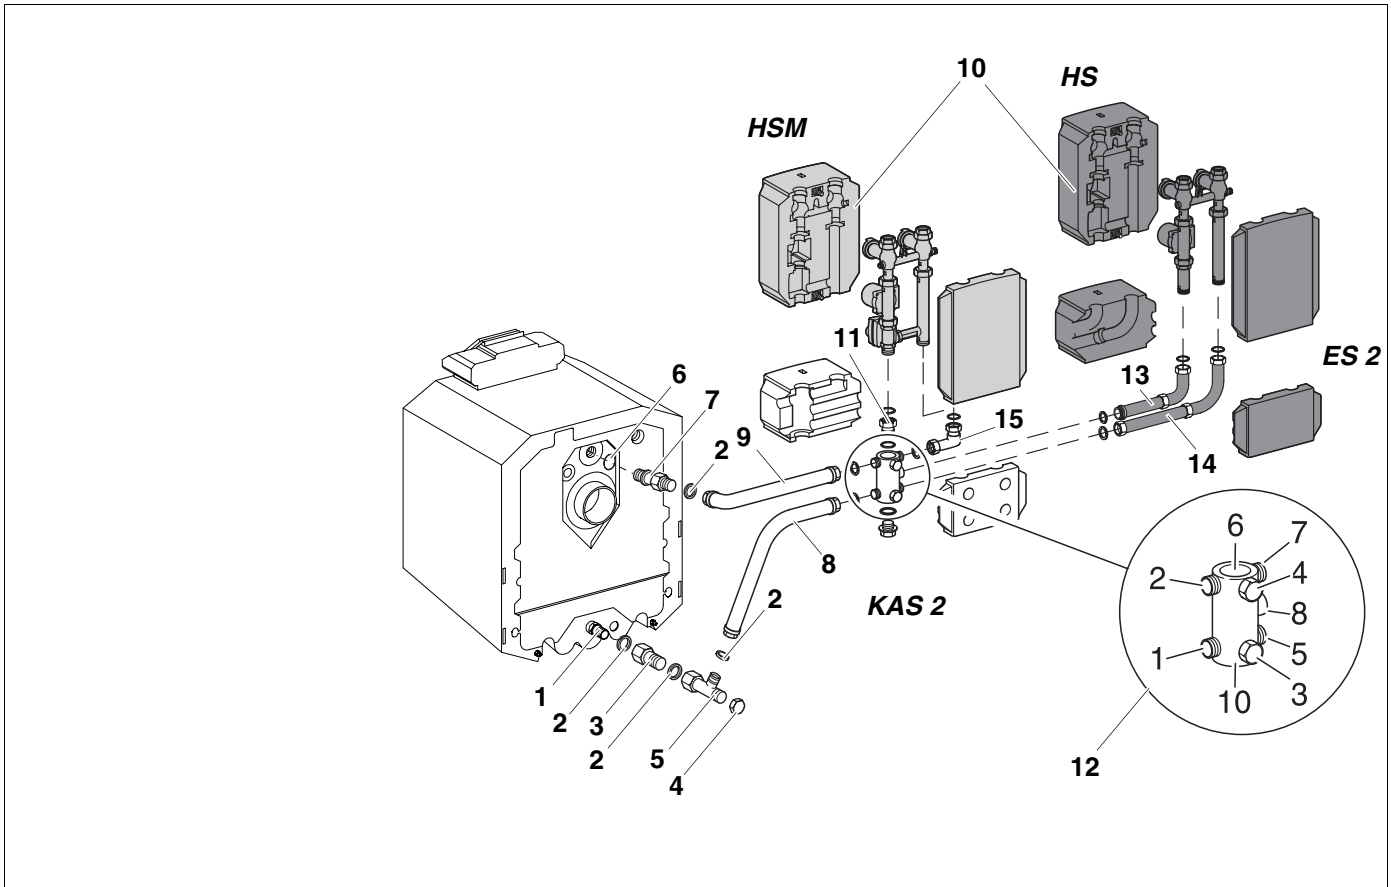

Abb. 5 Seitlich quer Linksanbau
Legende zu Abb. 5
- Dichtungen in das Adapterstück (11) und in die Winkelverschraubung (15) einlegen.
- Heizkreis-Set mit (HSM) oder ohne Mischer (HS) entsprechend Abb. 5 aufschrauben.
- Doppelnippel (13) mit O-Ring in den Abgang Nr. 8 im Multifunktionsverteiler einschrauben.
- Rohrbogen mit Dichtung (langer Schenkel) montieren (Abb. 5).
- Dichtung entsprechend Abb. 5 in die Verschraubung des Zwischenstückes (14) einlegen und das Zwischenstück auf den Abgang Nr. 5 des Multifunktionsverteilers aufschrauben.
- Rohrbogen mit Dichtung (kurzer Schenkel) montieren (Abb. 5).